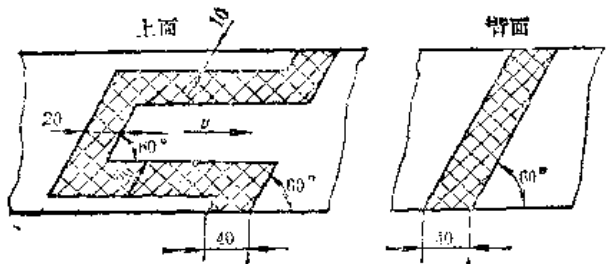

图8-3-9 硫化成型
③ 刷胶时采取自然干燥，时间长影响胶接进度。一般为了加速接头干燥采用加热器烘干。干燥程度以不粘手为宜，不能过于干燥以免产生干皮。烘干温度不允许超过70℃。
3) 硫化加热成型 合好接头，铺好覆盖胶(图8-3-9)把接头装入加热器中，夹好夹具，紧固螺栓和顶丝。接通加热器电源开始硫化加热。其夹紧力要均衡，约为0.8 MPa。总电流控制在120~180 A之间，升温硫化从130℃开始，到145℃最佳，一般采取140℃。温度过高会产生过硫化，胶接质量显著下降，温度过低则不能硫化。除升温外还要保持足够的硫化时间(即在硫化温度保温时间)，其保温时间按式(8-3-5)计算。